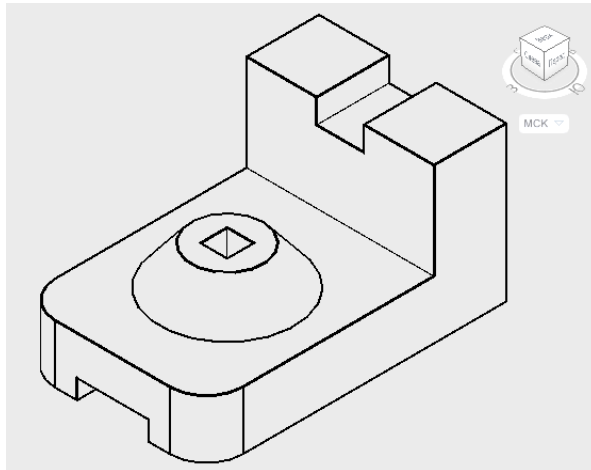

Рисунок 10.11 – Вихідна 3D-модель
1. Об'єднати отримані частини деталі в єдину модель, рис. 10.11.